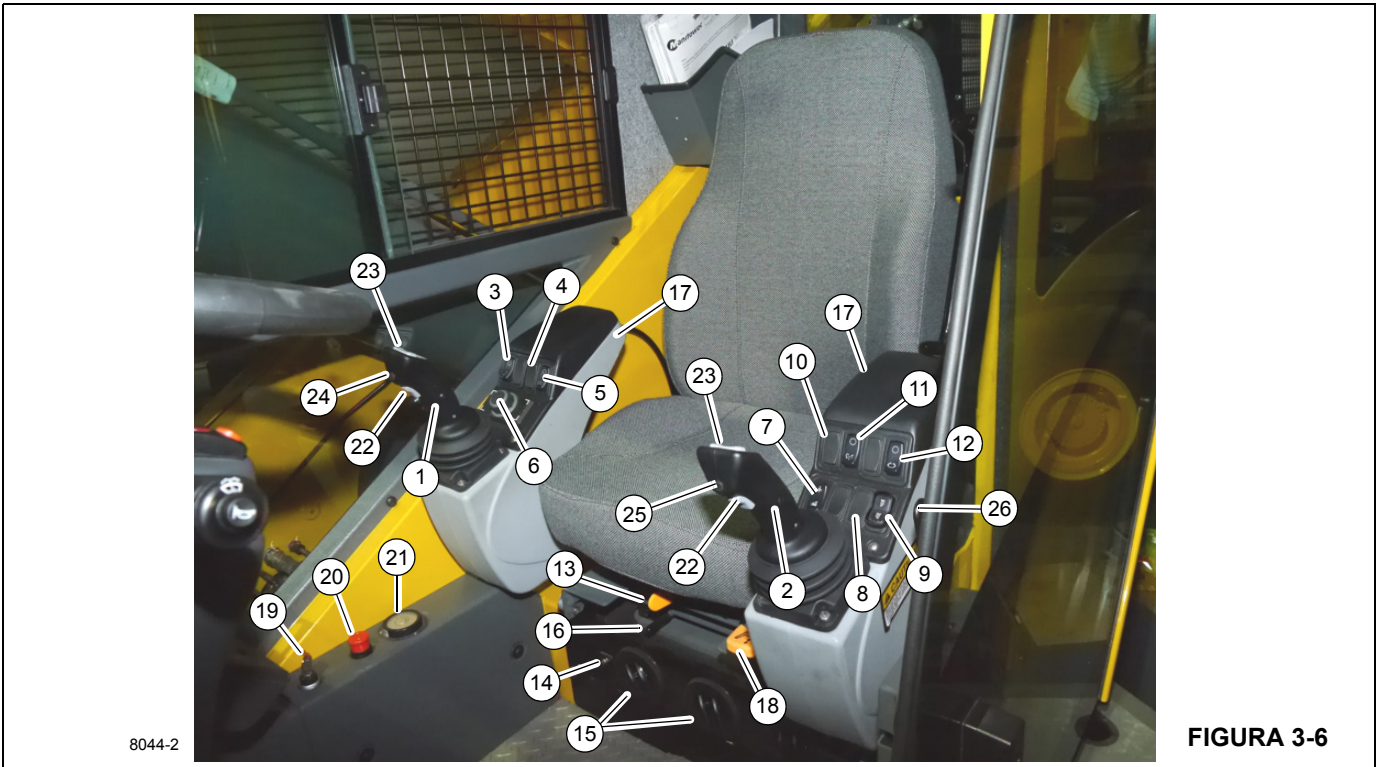

FIGURA 3-6
La palanca de control de elevación de la pluma y del malacate principal (1) (Figura 3-6) se encuentra en el apoyabrazos derecho. Cuando se empuja la palanca hacia la derecha, se baja la pluma; cuando se la empuja hacia la izquierda, se eleva la pluma.
La palanca de control de giro/telescopización o giro/malacate auxiliar (2) (Figura 3-6) se encuentra en el extremo del apoyabrazos izquierdo. La palanca controla las funciones de giro y telescópicas cuando la grúa no está provista de malacate auxiliar.
El interruptor de habilitación de malacate principal (3) (Figura 3-6) es un interruptor de contacto momentáneo que se encuentra en el apoyabrazos derecho. Pulse una vez
El interruptor de anulación de elevación de pluma (4) (Figura 3-6) es un interruptor de dos posiciones que, cuando está instalado, se encuentra en el apoyabrazos derecho. Cuando la función de elevación está habilitada y en una condición de bloqueo del RCL, si se presiona y suelta el interruptor de anulación de elevación de la pluma, se habilita la elevación de la pluma.
El interruptor de habilitación de función de elevación (5) (Figura 3-6) es un interruptor de contacto momentáneo que habilita la elevación y bajada de la pluma.
El cuadrante selector (6) (Figura 3-6) se encuentra en el apoyabrazos derecho. Permite seleccionar y activar funciones en las pantallas para navegar a través del sistema de control de la grúa.
El interruptor de habilitación de función de estabilizadores (7) (Figura 3-6) permite al operador cambiar entre extensión/retracción de los estabilizadores y elevación/bajada los gatos. Pulse y mantenga pulsado este interruptor para que la pantalla inferior cambie a la página de los estabilizadores.
El interruptor de bloqueo del diferencial (8) (Figura 3-6) se encuentra en el apoyabrazos izquierdo. Activa la función de bloqueo del diferencial para suministrar tracción adicional cuando se selecciona la tracción en cuatro ruedas. Puede activarse por un máximo de 30 segundos a la vez.
El interruptor de dirección trasera (9) (Figura 3-6) es un interruptor tipo basculante de tres posiciones, con retorno por resorte a la posición de apagado, y se encuentra en el apoyabrazos izquierdo. Presione la parte inferior del interruptor para accionar una válvula de control que gira las ruedas traseras hacia la izquierda, lo cual hace que la grúa vire hacia la derecha. Presione la parte superior del interruptor para accionar una válvula de control que gira las ruedas traseras hacia la derecha, lo cual hace que la grúa vire hacia la izquierda. Cuando las ruedas no están centradas, el icono del indicador de ruedas no centradas en la pantalla de funcionamiento del CCS se enciende. Cuando se suelta el interruptor, este vuelve a la posición central de apagado.
El interruptor de habilitación del malacate auxiliar (10) (Figura 3-6) se encuentra en el apoyabrazos izquierdo. Habilita el malacate auxiliar y establece la velocidad alta en la misma forma en que el interruptor de habilitación de malacate principal lo hace para el malacate principal.
El interruptor de habilitación de telescopización de la pluma (11) (Figura 3-6) se encuentra en el apoyabrazos izquierdo. Habilita la función de telescopización de la pluma para el pedal de control telescópico opcional, o para la palanca de control si no hay un malacate auxiliar.
El interruptor de habilitación de giro (12) (Figura 3-6) se encuentra en el apoyabrazos izquierdo. Este interruptor de dos posiciones (encendido/apagado) sirve para regular una válvula hidráulica que envía un flujo de presión regulada hacia el freno de giro y desde él. Cuando se mueve la palanca de control para girar la grúa, se libera el freno. Cuando la grúa deja de girar, el freno de giro se vuelve a aplicar.
Cuando se mueve la palanca de deslizamiento del asiento (13) (Figura 3-6), el asiento se desliza solamente hacia adelante o hacia atrás.
La unidad de climatización del acondicionador de aire/calefactor de la cabina de la grúa (14) (Figura 3-6) se encuentra en la cabina, debajo del asiento del conductor. Los registros (15) forman parte de la unidad de climatización y se pueden ajustar para dirigir el flujo de aire.
Cuando se mueve la palanca de deslizamiento del bastidor del asiento (16) (Figura 3-6) el asiento y el apoyabrazos del asiento se deslizan hacia adelante o hacia atrás.
Los controles de los apoyabrazos izquierdo y derecho se pueden ajustar por medio de los botones de ajuste (17) (Figura 3-6) que se encuentran en la parte trasera del apoyabrazos. Pulse el botón para girar todo el apoyabrazos y suelte el botón cuando quede en la posición deseada.
Para ajustar la altura del asiento, eleve la palanca de ajuste de altura (18) (Figura 3-6) y ajuste el asiento, según sea necesario.
El interruptor de anulación de limitadores (19) (Figura 3-6) es un interruptor con llave tipo momentáneo de tres posiciones. Solo en una situación de emergencia, gire y mantenga el interruptor en sentido horario o contrahorario para anular los distintos sistemas limitadores de la grúa.